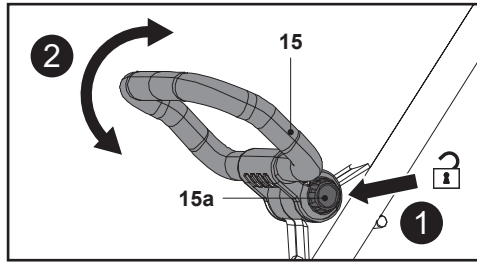

Fig. 6
1. Pulse el botón de bloqueo (15a) y manténgalo en esa posición; a continuación, gire la empuñadura auxiliar (15) hacia arriba o hacia abajo para ajustar el ángulo (Fig. 6).
2. Suelte el botón de bloqueo (15a) y continúe girando suavemente la empuñadura auxiliar (15) hasta que encaje en su sitio. Compruebe que el sistema de dientes queda bloqueado.